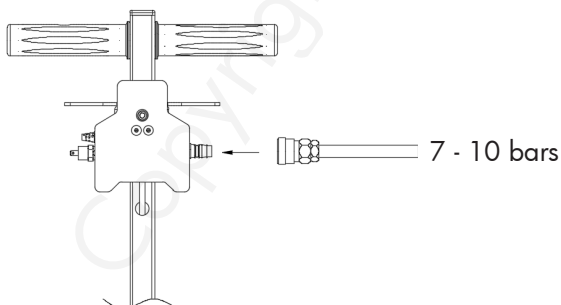

Figure 4
3. Connexion d'air : Après l'assemblage, connectez le tuyau d'air au raccord (voir figure 4). La pression d'air doit se situer entre 7 et 10 bars.